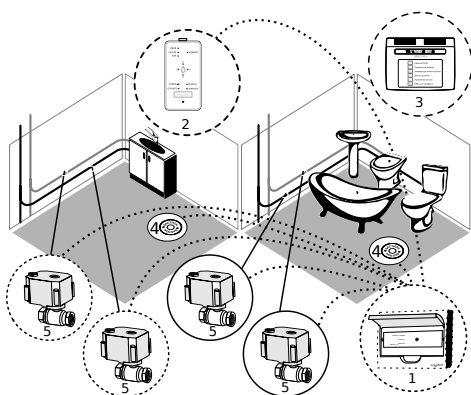

Рис. 7.2.1.1
Конфигурация: модуль управления (1), датчики протечки (4), краны с электроприводом (5) (опционно - выносной пульт управления (2), GSM-информатор (3)). Краны (5) с электроприводом устанавливаются как показано на рис. 7.2.1.1. В случае если требуется подключение 4-х кранов допускается параллельное подключение кранов. Датчики протечки (4) устанавливаются на полу в местах возможного скопления воды при авариях и протечках (в санузлах, на кухне, под раковинами, унитазами и т. п.). При подаче питания модуль управления перейдет в режим «ЗАКРЫТО/АВАРИЯ», при этом все краны будут перекрыты. Нажатием кнопки модуль управления включит режим «ОТКРЫТО», при этом все краны (5) откроются. Используемые группы подключения кранов - КРАН 1 и КРАН 2.